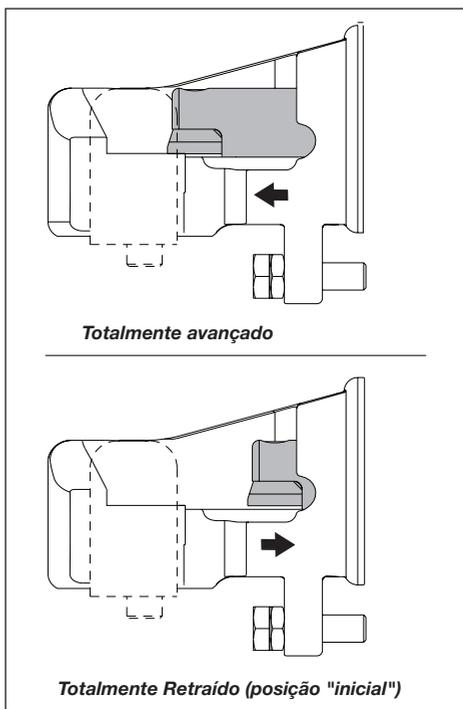

Figura 8, posições do pistão (vistas de cima)
Certifique que o pistão e a lâmina móvel estejam na posição totalmente retraída "inicial" antes de colocar qualquer material dentro do cabeçote de corte. Veja a Figura 8.
2. Certifique que o pistão esteja na posição "inicial" (totalmente retraída). Veja a Figura 8.